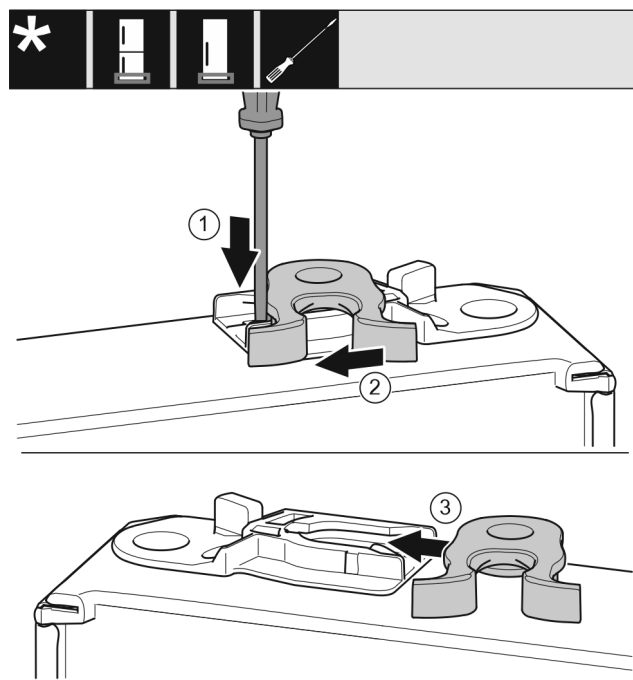

Fig. 19
- Pousser vers le bas la languette avec un tournevis plat. Fig. 19 (1)
- Tirer le crochet de fermeture en dehors du guide. Fig. 19 (2)
- Pousser le crochet de fermeture dans le guide de l'autre côté. Fig. 19 (3)